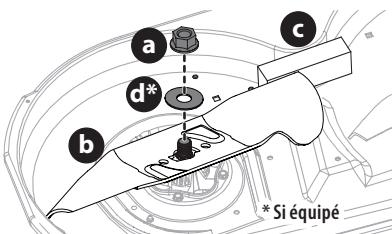

Figure 52
2. Placez un cale de bois (c) entre le carter du plateau de coupe et le tranchant de la lame (b) pour aider à débloquer l'écrou hexagonal (a) et la rondelle (d)* qui fixe la lame (b). Utilisez une clé de 15/16 po pour desserrer l'écrou hexagonal (a) et la rondelle (d)* (Figure 52).
3. Lorsque vous réinstallez les lames, assurez-vous de ce qui suit (Figure 52) :